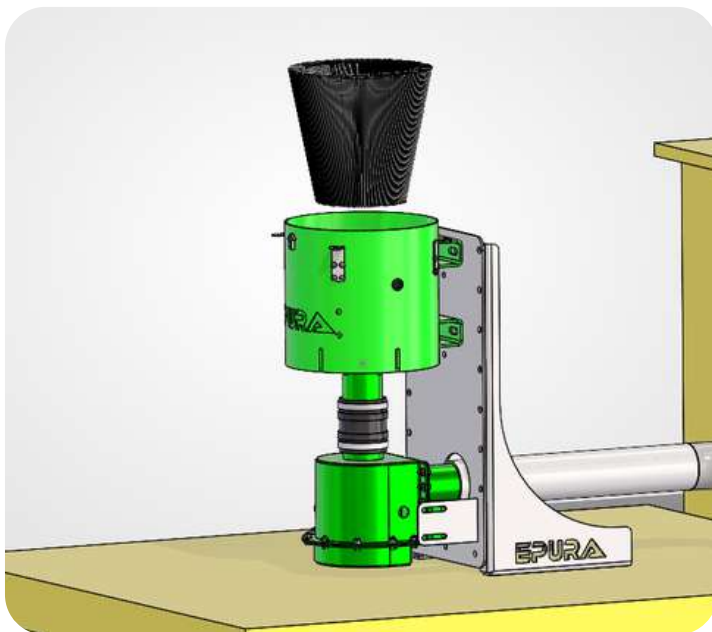

figure 15
- 7 Insérer le filtre dans le bâti de l'Epura (**figure 15**).